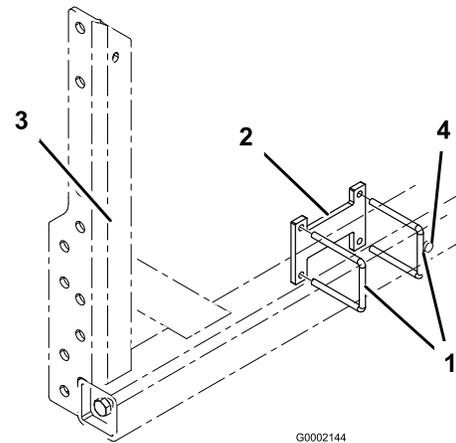

Bild 2
1. Befestigen Sie zwei U-Bügel und ein Distanzstück am Auslegerrahmen, wie in Bild 2 dargestellt.